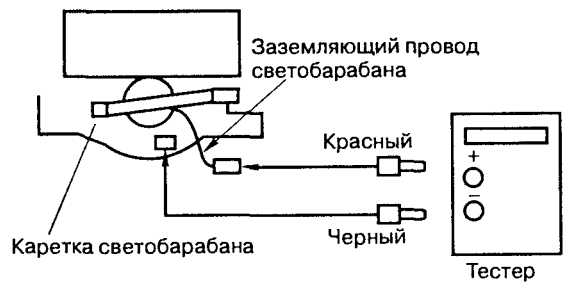

Рис. 2.16
- г) подключают тестер по схеме, показанной ниже на рис. 2.16 (клемма положительной полярности тестера — заземляющий провод барабана. Клемма отрицательной полярности тестера — заземление на корпусе копировального аппарата);